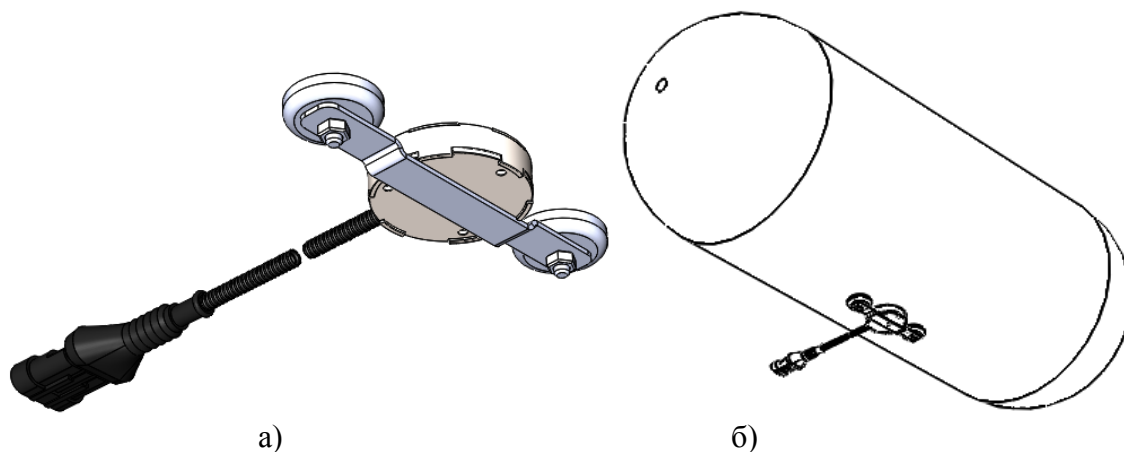

Рис. 5.4. Монтаж датчика магнитным крепежом
- 2) Если в месте установки датчика цилиндрическая поверхность (неровность) магниты и датчик располагаются таким образом, чтоб линия, пересекающая их центры, была параллельна оси цилиндрической поверхности (Рис. 5.4.).